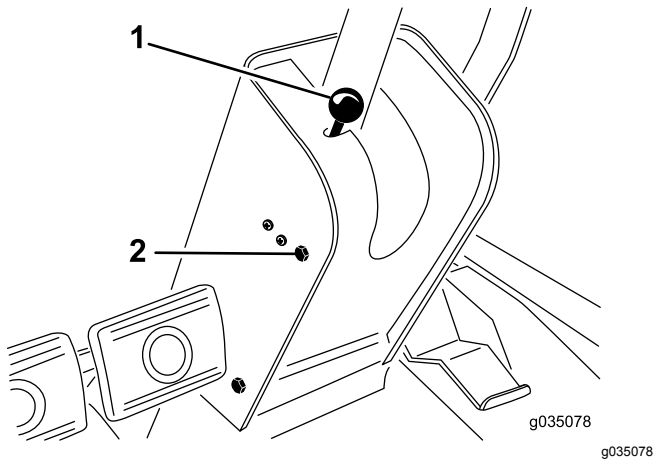

Figura 26
1. Togliete la manopola dal freno di stazionamento e le viti dal copripiantone dello sterzo (Figura 26).